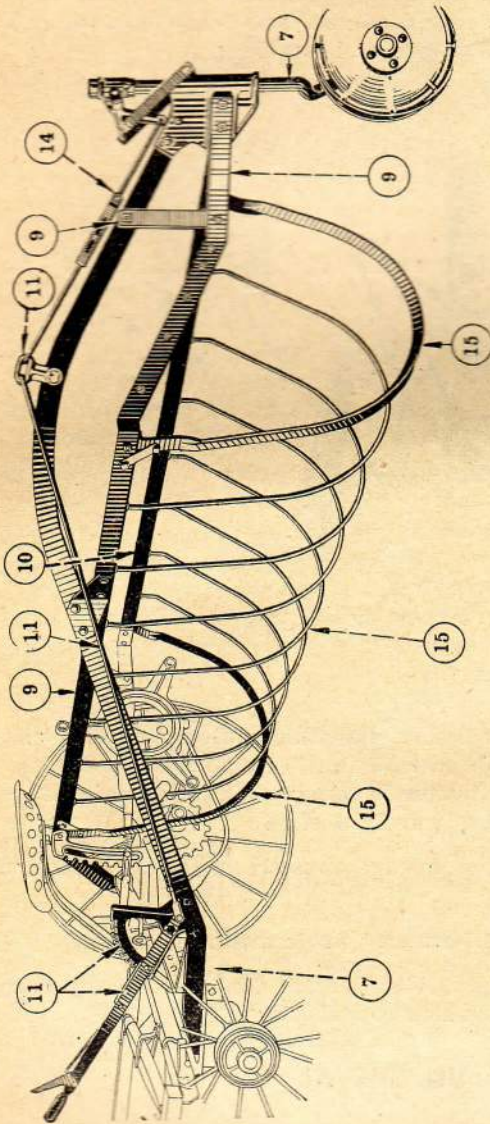

Figure 4
15. Boulonnez les débourreurs au bâti comme vous le montre la figure 4.